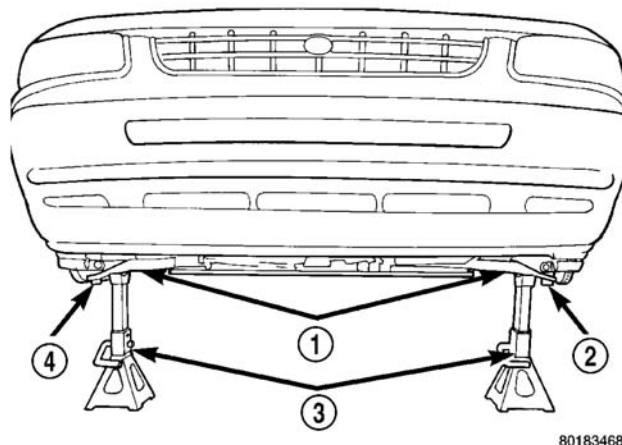

图 30 支承架支撑车重
(2) 安装将下控制臂的前衬套连接到前悬架托架横梁上的新枢轴螺栓（图 30）。此时不要紧固或拧动枢轴螺栓。
(7) 重新安装转向节、制动盘和制动钳。（参见 2—悬架系统 / 前 / 转向节—安装）
**注意：在下控制臂下定位支承架时，不要将支承架置于球头下（图 30）。**
(8) 将支承架置于下控制臂下面时，要尽可能靠近球头（图 30）。将车辆降到支承架上，直至支承架支撑车辆的总重。
(9) 紧固前下控制臂枢轴螺栓至  $183 \text{ N} \cdot \text{m}$  (135 ft.lbs.) 的扭矩。